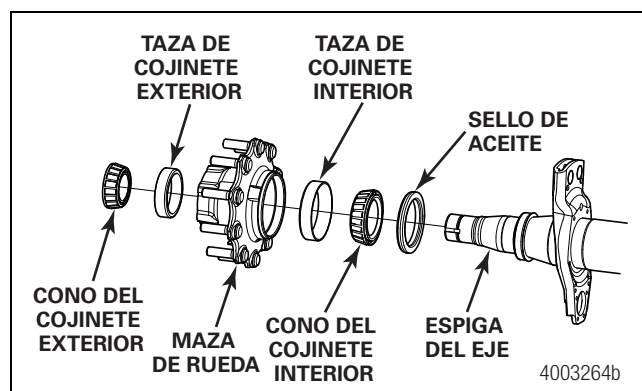

Figura 9.1
- En los extremos de rueda convencionales, la maza, el sello, el lubricante y los cojinetes vienen instalados como componentes separados. Figura 9.1.